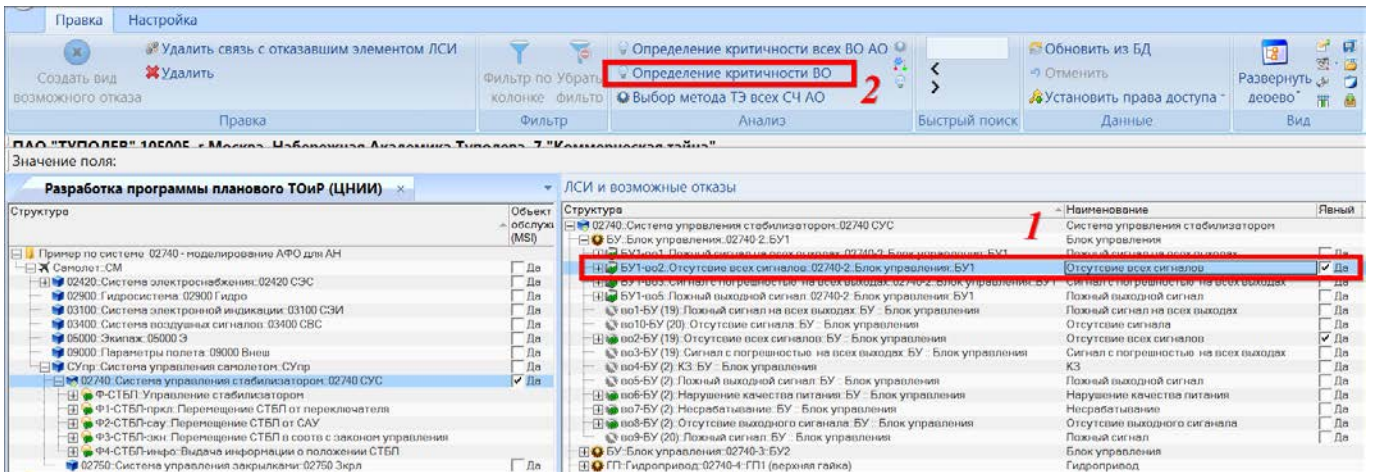

Рис. 11-134 – Открытие связанного окна для определения коэффициента критичности ВО СЧ
- 5) Нажать кнопку «Определение критичности ВО» панели «Анализ» (рис. 11-134).